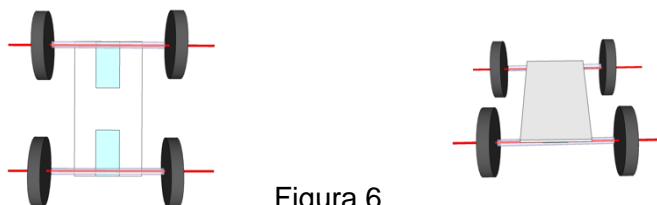

Figura 6
- 6 Repita los pasos 3-5 para el otro extremo del automóvil. Ver Figura 6. Gire el automóvil sobre una superficie plana para asegurarse de que los discos giren libremente.